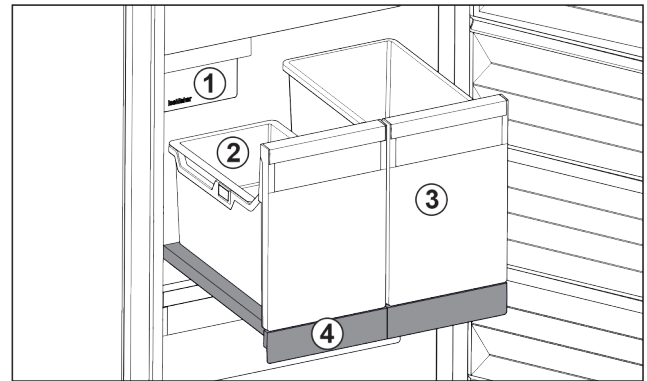

Fig. 95 Auszugsbord mit IceTower
- (1) IceMaker
- (2) Eihängeschale für Eiswürfel
- (3) Behälter für z. B. Pizza, alkoholische Getränke
- (4) Auszugsbord
Auf dem Auszugsbord sind zwei hohe Behälter (IceTower). Im Behälter Fig. 95 (2) werden Eiswürfel aus dem IceMaker gesammelt und gelagert. Behälter Fig. 95 (3) eignet sich für die Lagerung von hohen Lebensmitteln wie Pizzen oder alkoholischen Getränken.